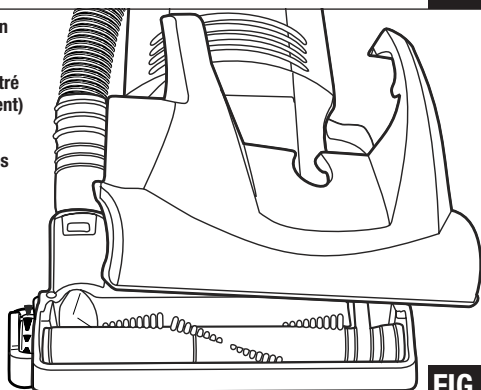

FIG. 24
Step 3: Lift hood to remove (FIG. 24).
Étape 3 : Soulever le capot pour l'enlever (FIG. 24).
Paso 3: Levante la tapa para quitarla (FIG. 24).